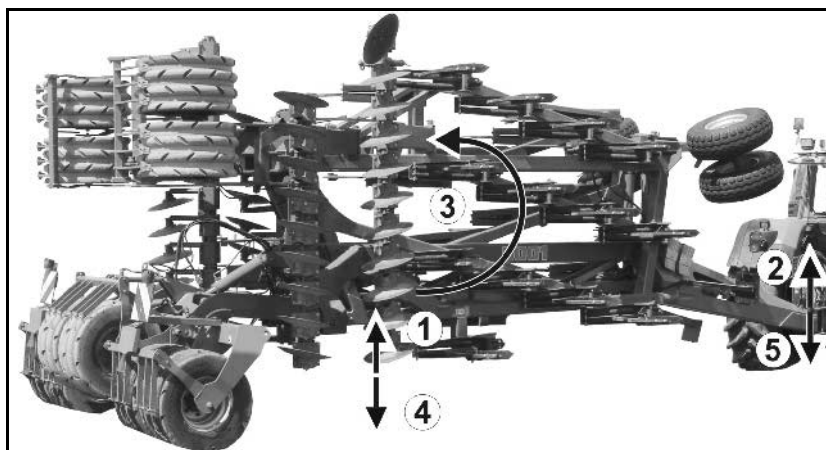

Bild 60
- Lyft maskinen helt (Bild 60/1), vändställning!
2. Lyft traktorns styrarm (Bild 60/2).
→ Lyft maskinen helt (Bild 60/1), vändställning!
→ Fäll samman maskinen helt (Bild 60/3).
→ Sänk maskinen (Bild 60/4).
6. Sänk traktorns styrarm (Bild 60/5).